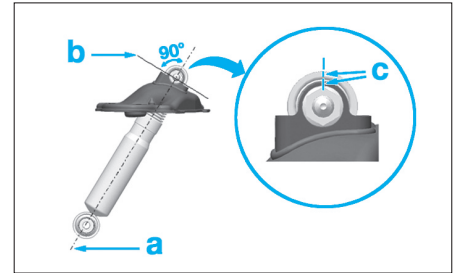

Fig. 41
- les vis (2),
- la vis (3),
- l'ensemble coupelle supérieure et amortisseur arrière (4).
- Repérer le positionnement de la coupelle supérieure d'amortisseur par rapport à l'amortisseur arrière (c) (Fig.41).
- Positionner la coupelle supérieure d'amortisseur par rapport à l'amortisseur arrière selon le repère (c) (Fig.41)